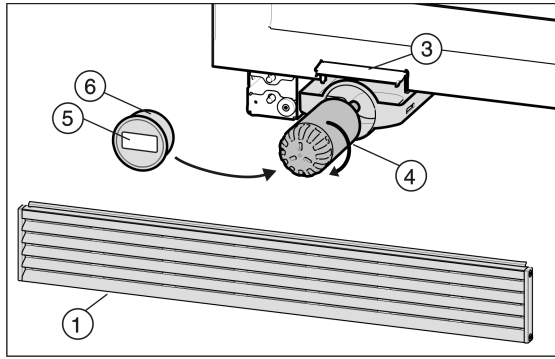

Fig. 9
- ▶ Coloque el filtro de agua nuevo Fig. 9 (4) y gírelo unos 100° en el sentido de las agujas del reloj hasta que haga tope.
- ▶ Coloque la tapa del filtro Fig. 9 (6).
- ▶ Anote la fecha de la próxima sustitución en la etiqueta adhesiva Fig. 9 (5) suministrada y pegue dicha etiqueta en la tapa del filtro Fig. 9 (6).
- ▶ Introduzca el filtro de agua Fig. 9 (4).
- ▶ Cierre la tapa de cambio de filtro Fig. 9 (3).
- ▶ Vuelva a colocar la rejilla de aire Fig. 9 (1) y presiónela hacia abajo. Debe quedar a ras del suelo.